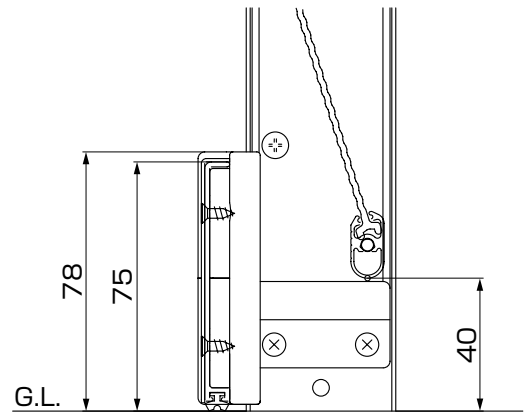

図6-2
- すきまカバーを取付ける方向は、図6-2を参考にしてください。